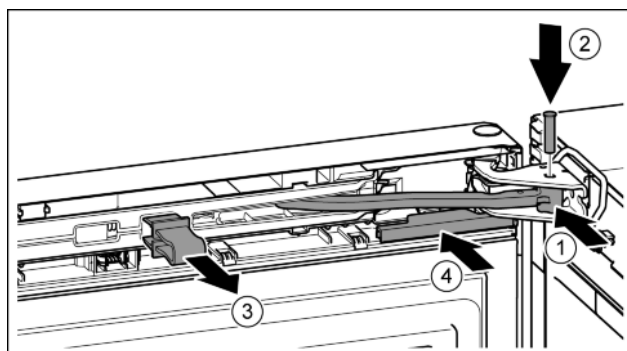

Fig. 25
- ▶ Scharnier in lagerbus draaien. Fig. 25 (1)
- ▶ Bout in de lagerbus en het scharnier aanbrengen. Opletten dat hierbij de vergrendelnok correct in de greef zit. Fig. 25 (2)
- ▶ Borging verwijderen. Fig. 25 (3)
- ▶ Afdekking erop schuiven. Fig. 25 (4)